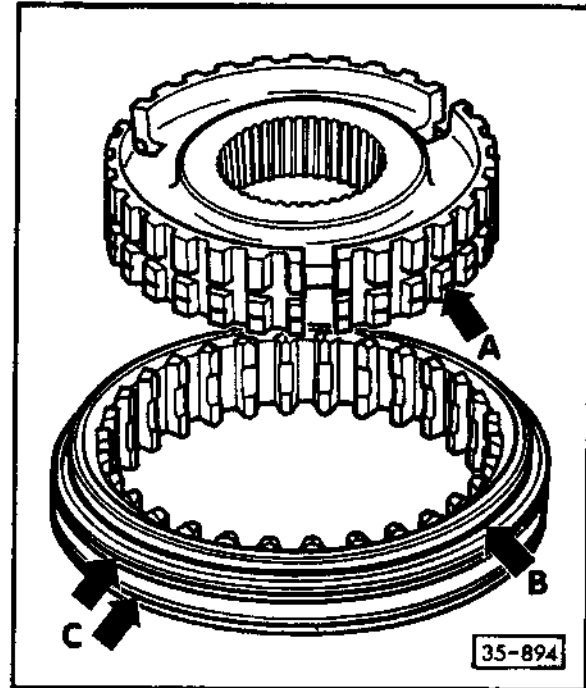

Abb. 3 Schiebemuffe und Synchronkörper für 3. und 4. Gang zusammenbauen
- zusammenbauen – Abb. 3 und 4
Einbaulage: Die Kennzeichnungsrille auf der Schiebemuffe (Abb. 3, Pfeil B) zum Schaltrad für 4. Gang.